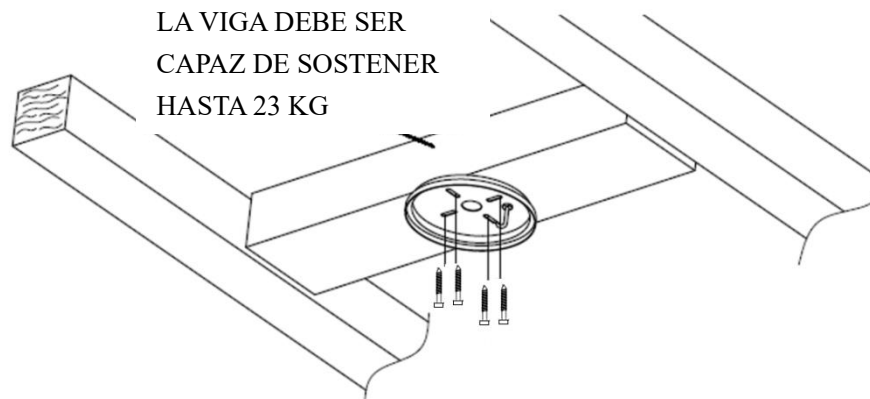

Fig. 2
- Instale el soporte colgante en la viga del techo o en una estructura capaz de soportar una carga de al menos 23 kg, con los 4 tornillos largos suministrados. Asegúrese de que al menos 30 mm del tornillo queden roscados en el soporte. (Fig. 2)